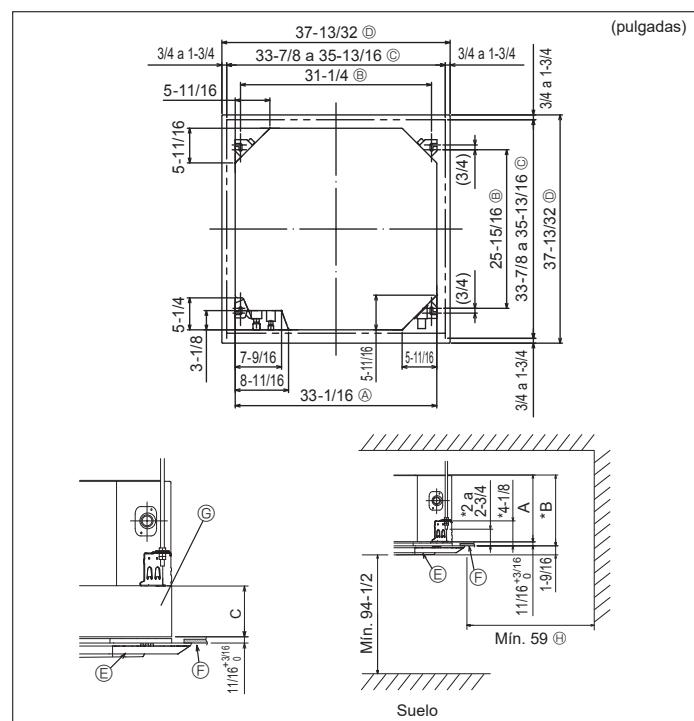

Fig. 3-2
①	Plantilla de instalación (parte superior del paquete)	1
②	Arandelas (con aislamiento) Arandelas (sin aislamiento)	4 4
③	Cubierta de tubería (para junta de tubería de refrigerante) diámetro pequeño diámetro grande	1 1
④	Abrazadera (grande)	8
⑤	Abrazadera (pequeña)	1
⑥	Tubo de desague	1
⑦	Aislante	1
3.2. Apertura del techo y ubicación de los tornillos de suspensión (Fig. 3-2)
* Las dimensiones de la apertura del techo pueden ajustarse dentro de los valores indicados en la Fig. 3-2; centre la unidad principal en la apertura asegurándose de que los lados opuestos respectivos alrededor de la apertura sean idénticos.